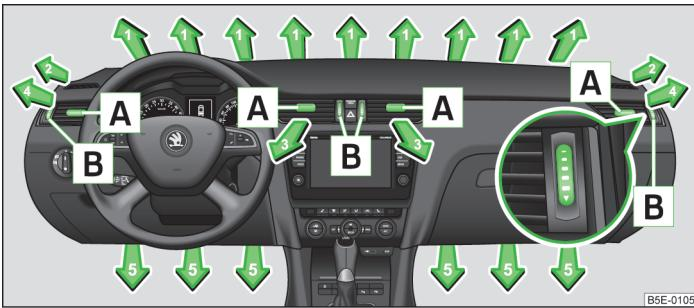
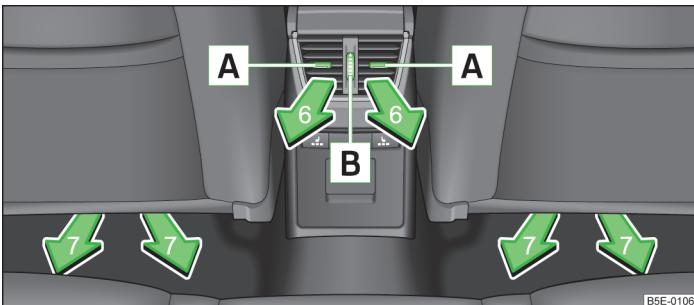

Fig. 106 Difusores de aire delanteros
Fig. 107 Difusores de aire traseros
En los difusores de aire **3, 4** » fig. 106 y **6** » fig. 107 se puede modificar el sentido de la corriente de aire, y los difusores se pueden también cerrar y abrir individualmente.
- › Mueva las láminas horizontales mediante el elemento de ajuste variable **A** » fig. 106 o bien » fig. 107 hacia arriba o abajo para cambiar la altura de la corriente de aire.
- › Mueva las láminas horizontales mediante el elemento de ajuste variable **A** » fig. 106 o bien » fig. 107 hacia la izquierda o derecha para cambiar el sentido lateral de la corriente de aire.
- › Gire la rueda **B** » fig. 106 o » fig. 107 hacia arriba o abajo.
Recomendamos dejar los difusores de aire 3 » fig. 106 de la página 112 en posición abierta en todos los modos de servicio.